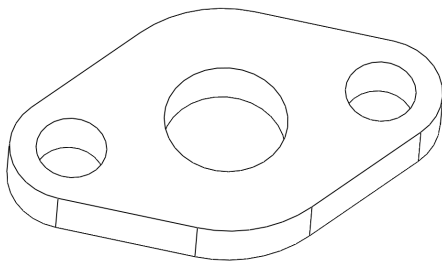

图 4-29 打开素材模型
(1) 单击常用工具栏中的【打开】按钮，打开一幅素材模型，如图 4-29 所示。